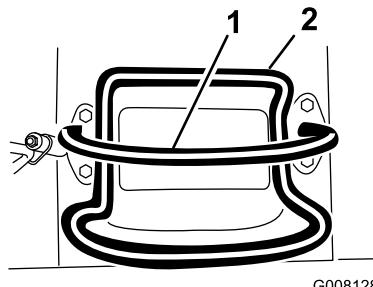
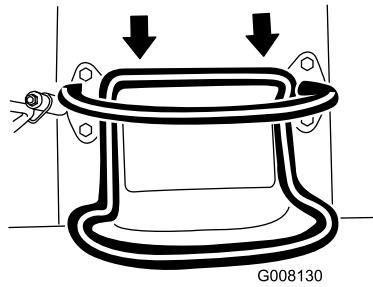

Figura 8
Figura 10
- Para desplazarse hacia atrás, mueva el control de tracción hacia atrás (Figura 10). **Mientras conduzca en marcha atrás, mire hacia atrás para asegurarse de que el camino está despejado, y mantenga ambas manos en la barra de referencia (Figura 8).**
- Para detenerse, suelte el control de tracción (Figura 8).